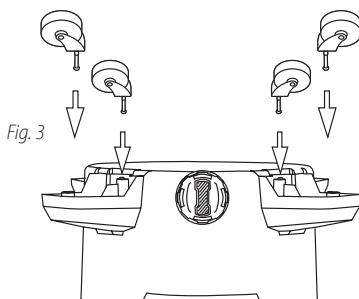

Fig. 3
4. Insérez les roulettes **5** dans les pattes à roulette en plaçant les tiges de roulette **4** dans les orifices fournis. Appliquez une pression et un mouvement de torsion jusqu'à ce que les roulettes **5** s'enclenchent. Fig. 3.